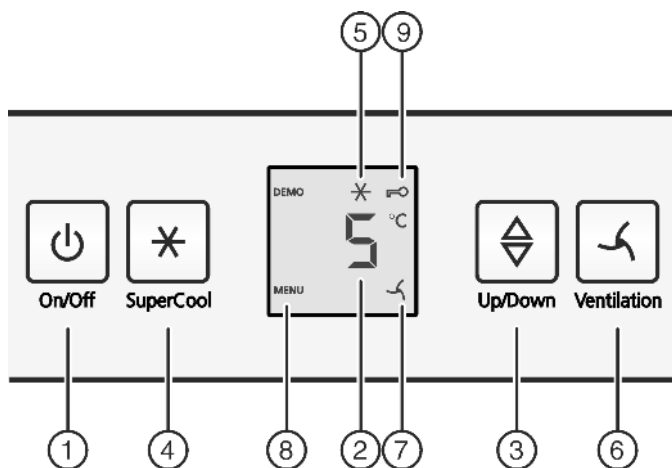

Fig. 3
- Appuyez sur la touche marche/arrêt Fig. 3 (1).
- Appuyer env. 5 secondes sur la touche SuperCool Fig. 3 (4).
- ▷ Le symbole Menu Fig. 3 (8) apparaît dans l'affichage.
- Confirmer brièvement avec la touche SuperCool Fig. 3 (4).
- ▷ Le symbole Sécurité enfants Fig. 3 (9) s'allume dans l'affichage.
- Appuyer brièvement sur la touche On/Off Fig. 3 (1).
- ▶ Appeler la fonction de température : appuyer sur la touche de réglage Fig. 3 (3).
- ▶ Modifier la température par incrément de 1 °C : appuyer sur la touche de réglage Fig. 3 (3) jusqu'à ce que la température souhaitée apparaisse dans l'affichage de température.
- ▶ Appuyer brièvement sur la touche SuperCool Fig. 3 (4).
- ▷ Le symbole SuperCool Fig. 3 (5) s'allume sur l'affichage.